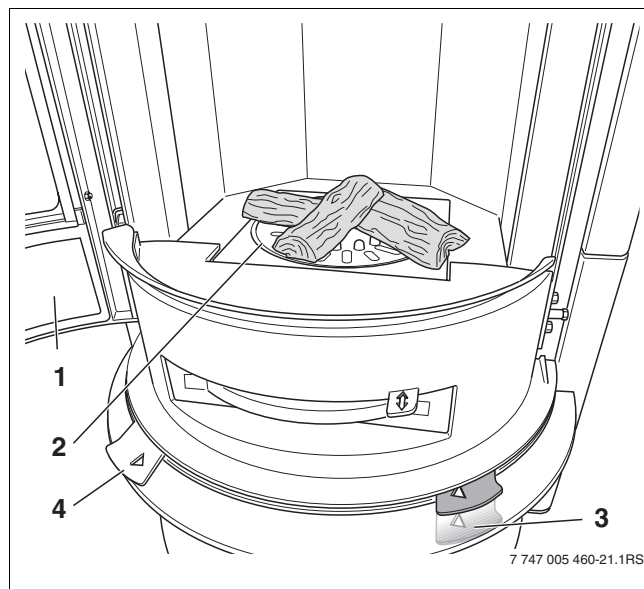

Рис. 27 Топочная камера с дровами
- ▶ Закройте дверцу топki (→ рис. 27, [1]) и закройте её ручкой.
- ▶ Не открывайте топку (→ рис. 27, [1]) до тех пор, пока поленья не превратятся в угли.